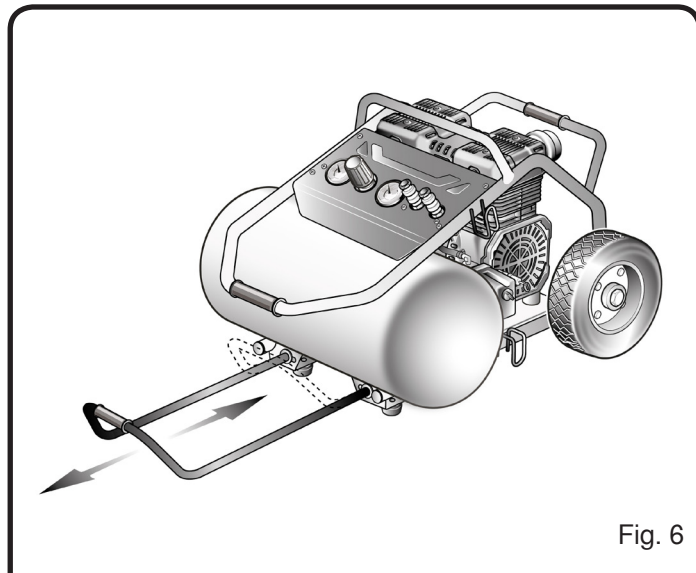

Fig. 6
Voir les figures 6 - 8.
- Tirez la poignée télescopique jusqu'à ce qu'elle se verrouille en place (Voir la figure 6).
- Pour ranger la poignée, appliquez une pression pendant les premiers centimètres pour déverrouiller, puis faites glisser la poignée à fond jusqu'à ce qu'elle s'arrête (Voir la figure 6).